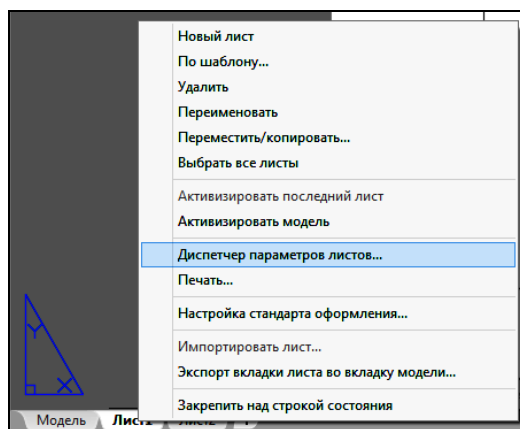

Рис. 6.2
3. Настроить параметры листа с помощью опции **Диспетчер параметров листов** контекстного меню (рис. 6.2).